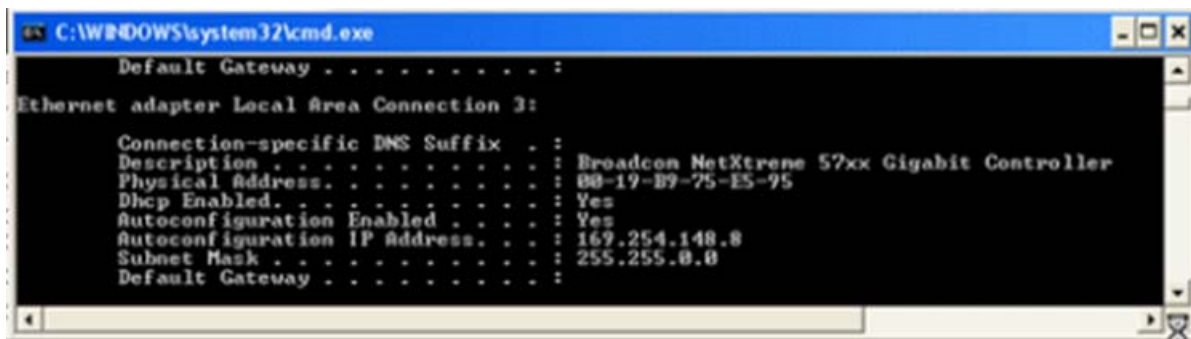

図 8-5：cmd.exe での「ipconfig -all」の入力
- b. コマンド ウィンドウで「**ipconfig -all**」と入力して、イーサネット ポートおよびその接続のリストを表示します。図 8-5 は、コマンド ウィンドウのコマンドを示しています。